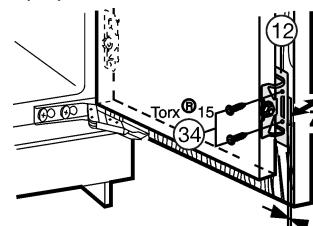

Fig. 22
- ▶ Deur van het apparaat met schroeven Fig. 22 (34) door de bevestigingshoek Fig. 22 (12) op de kastdeur vastschroeven.